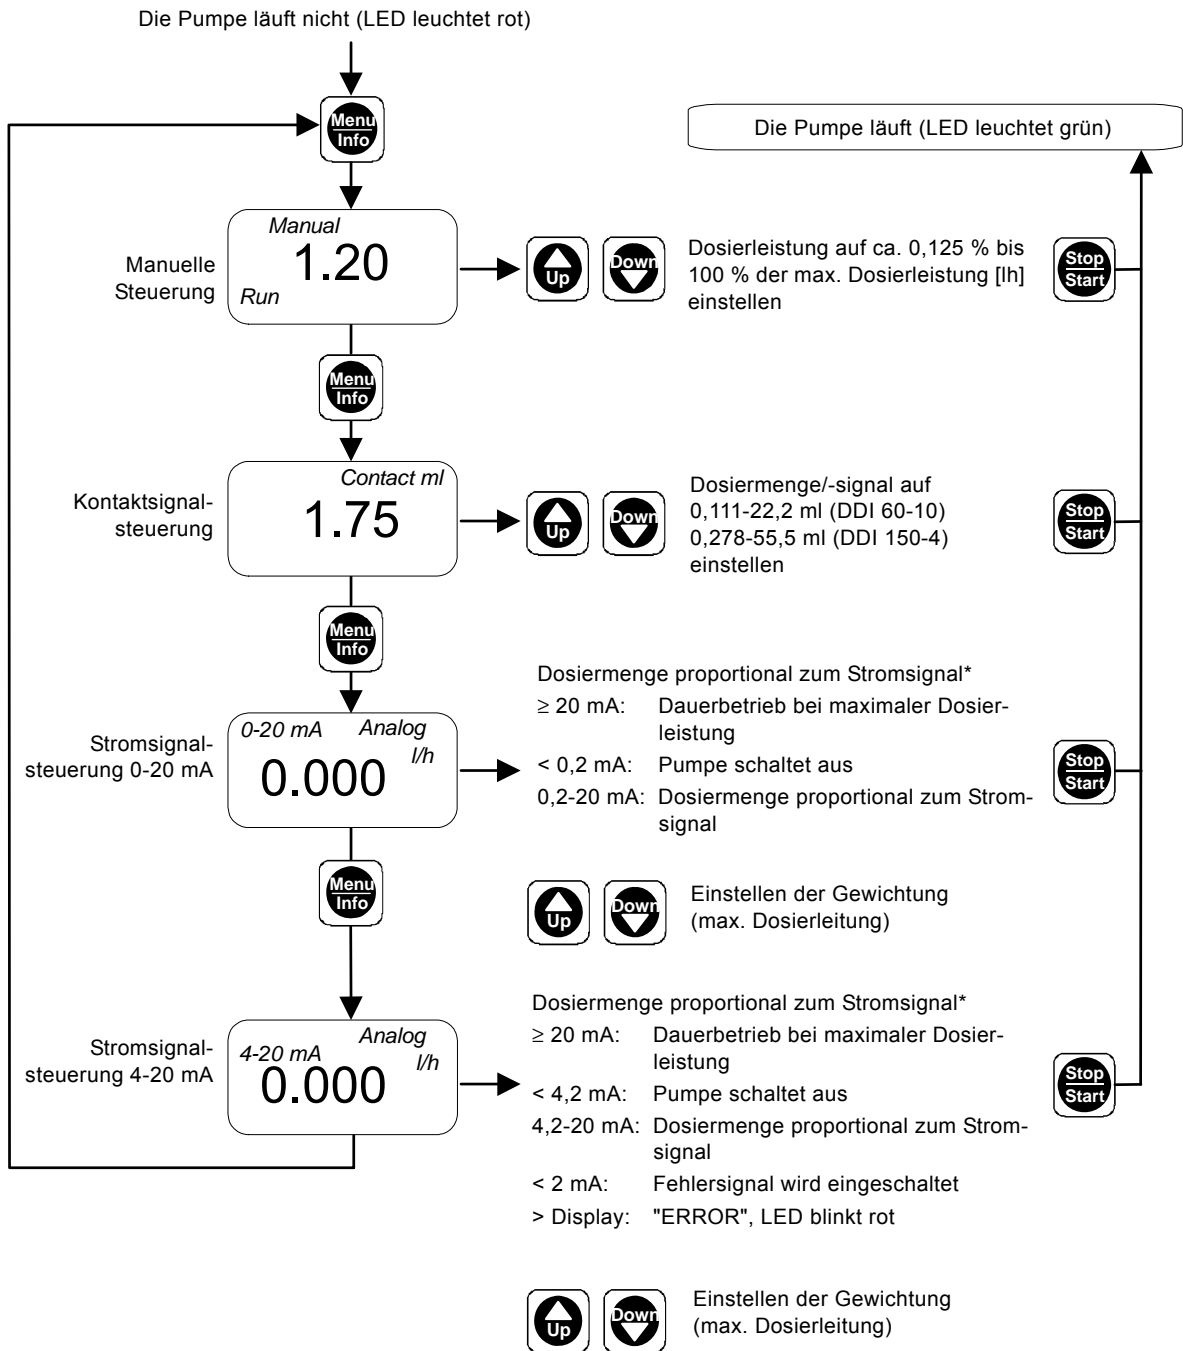

Abb. 24 Erste Funktionsebene
3. Durch Drücken der "Up"- und "Down"-Tasten können die Einstellungen im entsprechenden Menü vorgenommen werden, siehe Abb. 24.